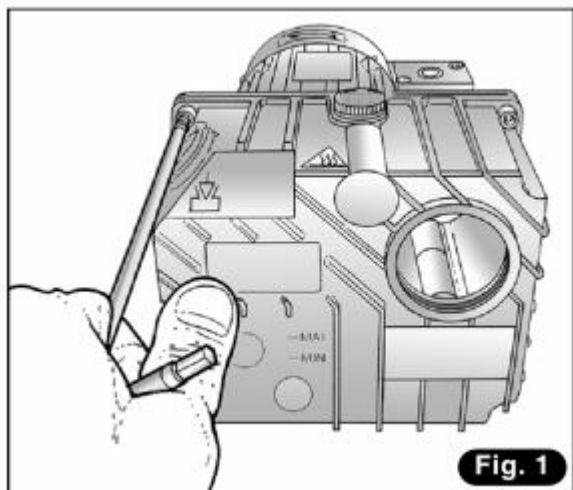
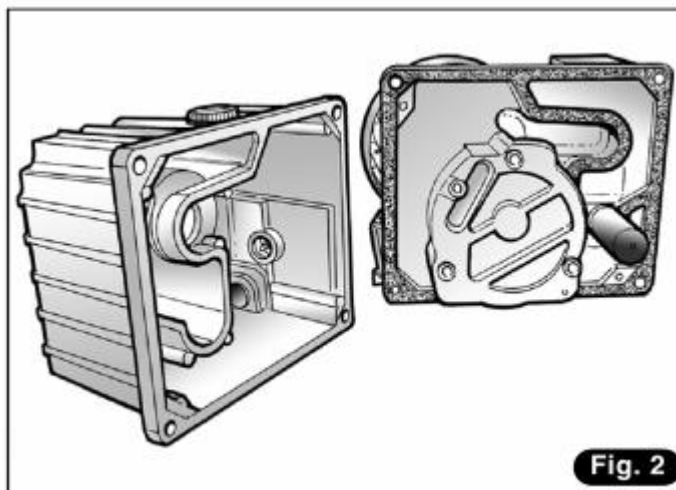

Fig. 1
Fig. 2
Используйте торцевой ключ из набора, чтобы снять два крепежа на блоке. Поднимите впускной блок (рис. 1). Снимите сначала резиновую заслонку, а затем стальную. Проверьте состояние доступной впускной секции и очистите необходимо тряпкой, смоченной в спирте (рис. 2).
- 6) Поставьте впускной блок на место и закрепите два винта (рис. 1).
- 3) Используйте торцевой ключ из набора, чтобы снять два винта крепежа на блоке. Поднимите впускной блок (рис. 1).
- 4) Тщательно очистите масляный бак, используя ткань, смоченную в том же виде масла, которое используется для насоса (рис. 2).